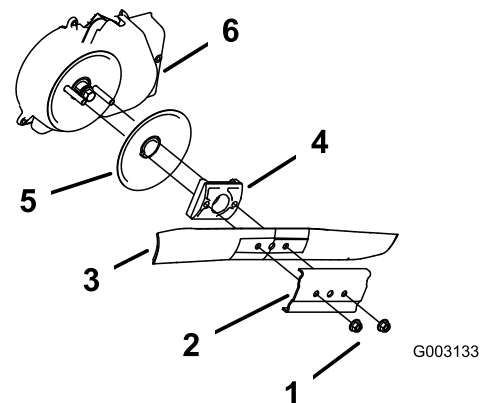

Figura 39
3. Retire las 2 tuercas de la cuchilla y el refuerzo (Figura 39).
4. Retire la cuchilla (Figura 39).
5. Retire el impulsor de la cuchilla y el disco (Figura 39).
6. Retire el protector del embrague del freno de la cuchilla (Figura 39).
10. Instale la cuchilla y el refuerzo que retiró anteriormente (Figura 39).